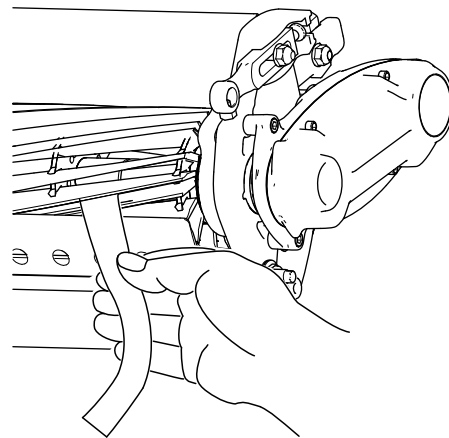

Рисунок 6
- В. Вставте довгу смужку паперу для перевірки якості різання (№ 125-5610 за каталогом Toro) між барабаном і нерухомим ножом перпендикулярно до нерухомого ножа (Рисунок 6), потім **повільно** обертайте барабан уперед. При цьому папір має розрізатися. Якщо цього не відбувається повторюйте пункти А та В, доки папір не буде розрізано.
11. Вставте довгу смужку паперу для перевірки якості різання (№ 125-5610 за каталогом Toro) між барабаном і нерухомим ножом перпендикулярно до нерухомого ножа (Рисунок 6), потім **повільно** обертайте барабан уперед. При цьому папір має розрізатися. Якщо цього не відбувається, поверніть кожен регулювальний гвинт опорної планки за годинниковою стрілкою на 1 поділку та повторюйте цей крок, доки папір не буде розрізано.